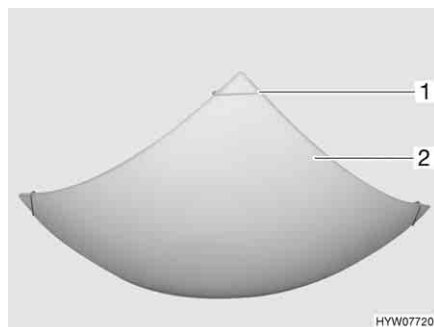

Fig. 190 Lampada a soffitto (quadrata)
- Tirare verso l'esterno due delle quattro graffe di supporto (Fig. 190,1) poste sulla lampada a soffitto contro la resistenza delle molle e spingerle verso l'alto sopra la copertura della lampada (Fig. 190,2).